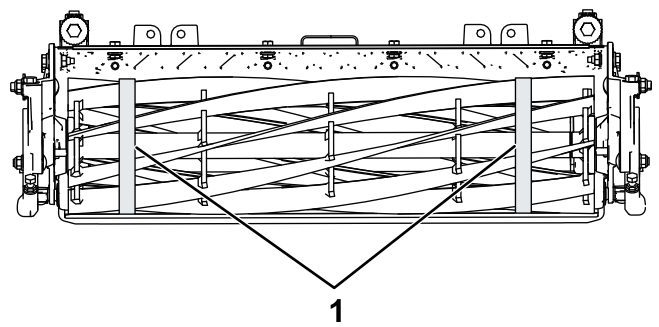

图 36
3. 用直径卷尺测量滚刀两端的外径 图 36 两端之间的外径差应小于 0.250mm。如果差异较大请进行研磨以修正差异。